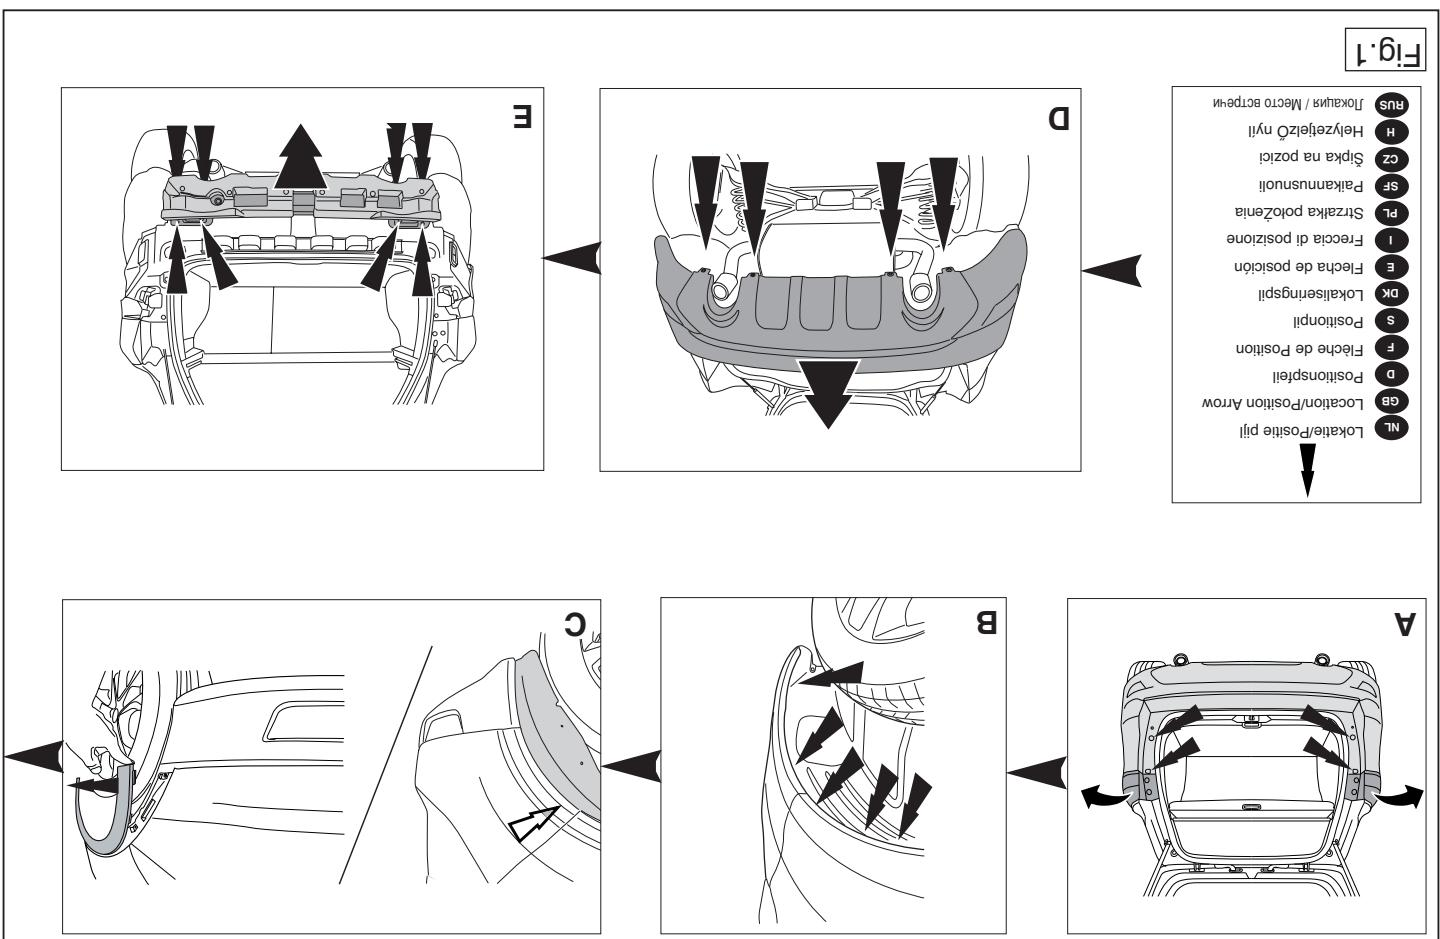

Fig. 1
- Gebruikt, zie fig. 1.**
(Siehe Abb.1).
1. Démonter les feux arrière. Déposer le pare-chocs du véhicule y compris la traverse en acier la traverse ne sera plus utilisée. (Voir fig. 1).
1. Снять оба блока задних фар. Снять бампер вместе со стальным буферным бруском автомобиля буферный брус больше не понадобится. (См рис. 1).